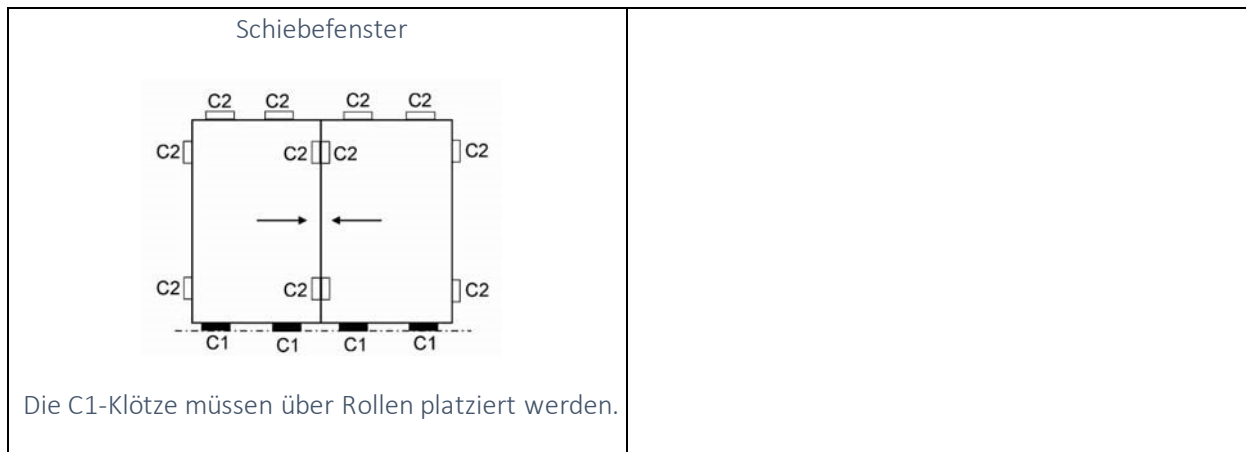

Abbildung 4: Position der Einstellblöcke und Positionsblöcke je nach Art des Rahmens
- n ist die Anzahl der Klötze an der unteren Kante der Verglasung ($n = 1$ oder 2 je nach Art des Rahmens, Abbildung 4)
Abbildung 4 zeigt die Position der Einstellblöcke und Positionsblöcke in Abhängigkeit von der Art der Öffnung im Rahmen.